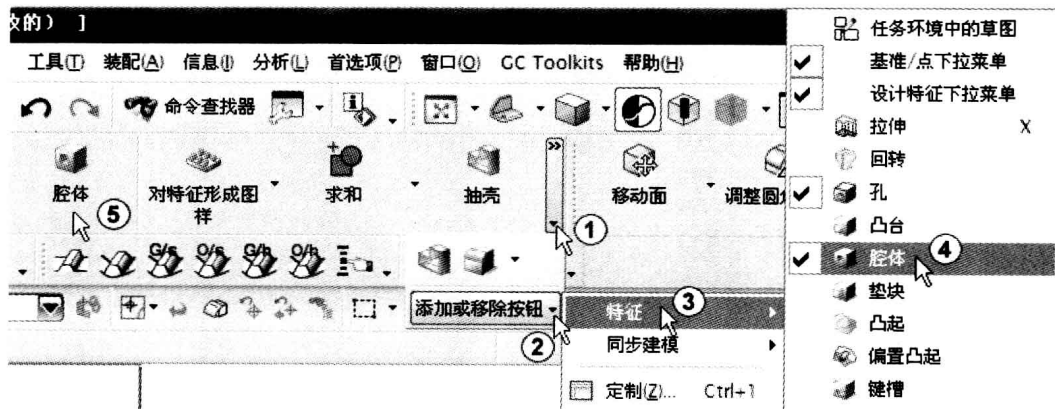

图 1-5 添加工具
(4) 调出工具栏上的图标。在工具栏中缺少某些工具，可以通过单击工具栏右下角的三角按钮，如图 1-5 中①和②所示，选择相应工具栏的名称，如图 1-5 中③所示，然后在弹出的菜单中选择需要的命令（打上钩），如图 1-5 中④所示，即可在工具栏中增加相应的命令图标按钮，如图 1-5 中⑤所示。如果要去掉某些命令按钮，也可以用同样的操作方法来原因。